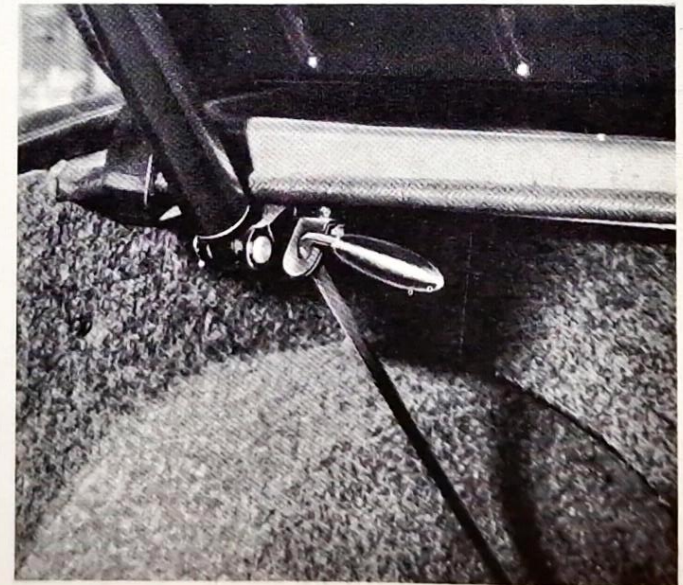

Abb. 31 - Einhängen der Befestigungsstange für die hintere Höheneinstellung
*Die beim Ersatzrad befindliche Stange hochheben und sie in die auf der linken Kofferraumseite befindliche Raste einhängen (s. Abb. 31).*